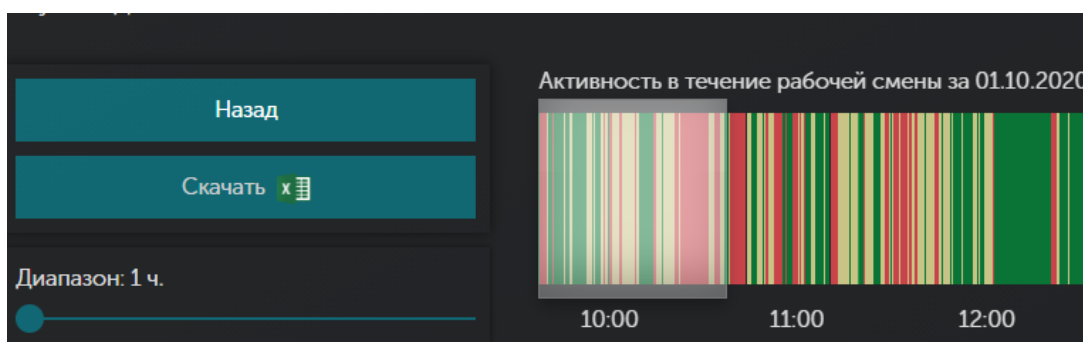

Рисунок 5 – Выбор диапазона
5.2. Используя слайдер на полоске «Диапазон» слева от графиков, возможно менять размер шкалы, чтобы увеличить/уменьшить приближение. По умолчанию этот диапазон равен одному часу – Рисунок 5.